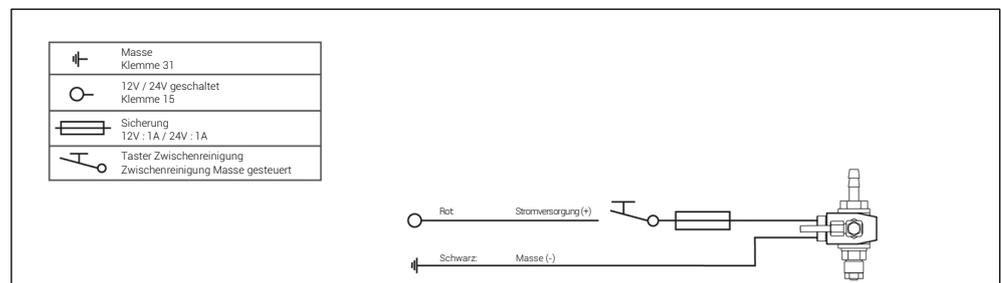
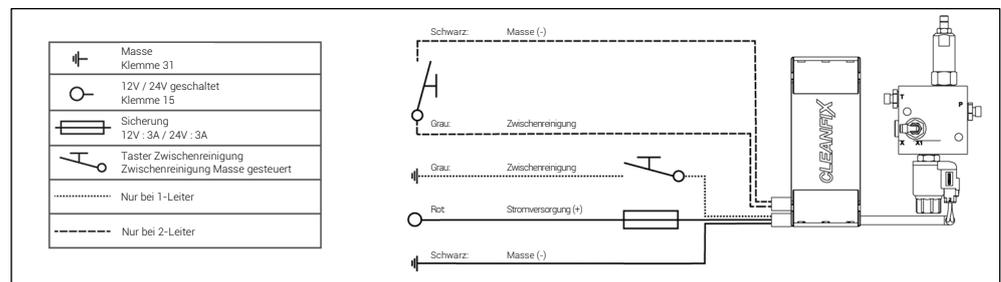

Abb. 62
Abb. 69
Ist eine geschaltete und abgesicherte Stromversorgung (Klemme 15) mit ausreichender Spannungsversorgung (siehe Abb. 62 – Abb. 69) vorhanden, kann diese verwendet werden.
- 40) Elektrokomponente an die Spannungsversorgung der Maschine anschließen (siehe Abb. 62 – Abb. 69).